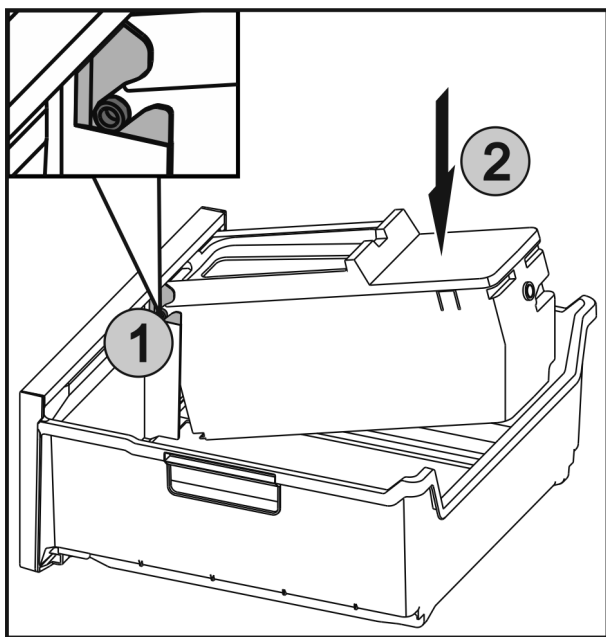

Fig. 50
- ▶ Inserire gli assi Fig. 50 (1) di EasyTwist-Ice nelle guide e premere la parte posteriore Fig. 50 (2) finché la linguetta non si innesta.